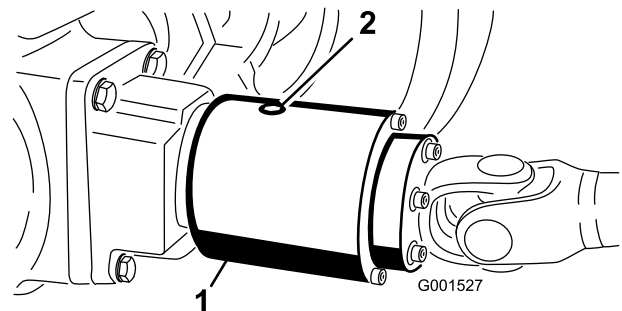

Bild 64
3. Drehen Sie die Kupplung, sodass die Ablassschraube nach unten zeigt (Bild 64).